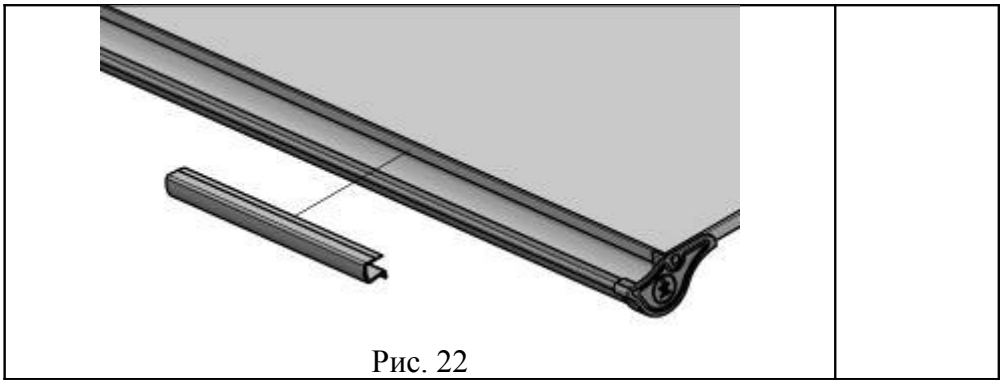

Рис. 22
4.8.6. На столешницу одеть линейку с упором (поз. 1 пакет №2) согласно рис. 22